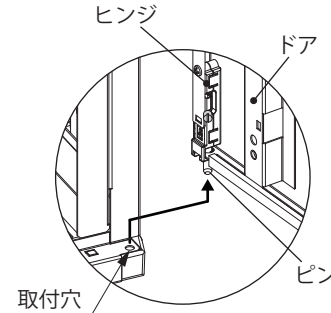

図2 下部
2. ドア全体を斜め上に持ち上げ、ドアを取り外してください。(図2)